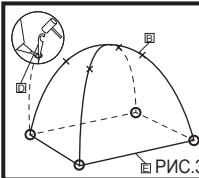

РИС.3
5. Теперь накройте палатку наружным тентом <A> и зацепите 4 петли. (РИС.3)
6. Закрепите палатку, вставив колышки палатки <D> в наземные петли. (РИС.3)